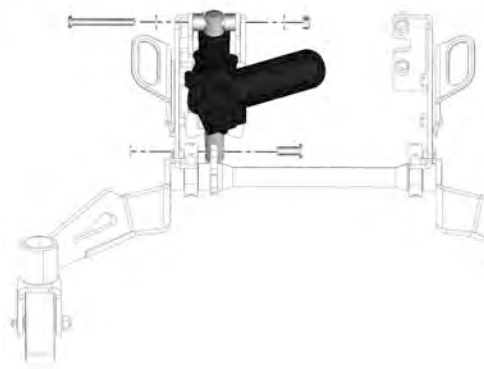

Abbildung 403. Stützradereinheit.
5. Bauen Sie den Stellantrieb aus. Er ist mit einem Stift und Sicherungsring an der Unterseite und einer Schraube und Mutter an der Oberseite angebracht. Siehe Abb. 403.